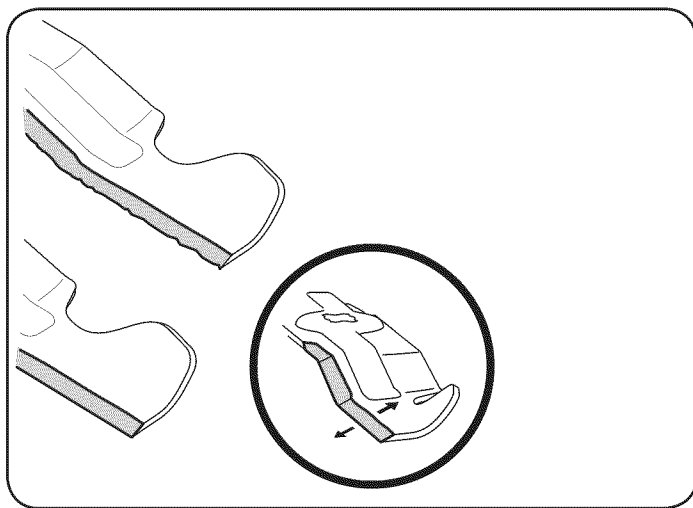

Figura 20
4. Para afinar correctamente las hojas de corte, retire la misma cantidad de metal de ambos extremos de las hojas a lo largo de los bordes de corte, paralelo al borde de fuga, en un 25° - 30° de ángulo. Siempre moler cada filo de la cuchilla de corte por igual a mantener el equilibrio de la hoja adecuada. Véase la Figura 20.